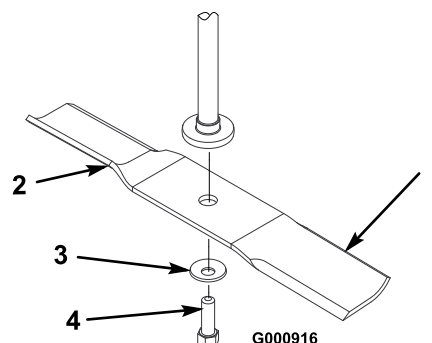

Figure 38
Tenez la lame à son extrémité avec un chiffon ou un gant épais. Enlevez de l'axe, le boulon, la rondelle bombée et la lame (Figure 38).
1. Placez la lame sur l'axe (Figure 38).
2. Montez la rondelle bombée (face concave vers la lame) et le boulon de lame (Figure 38). Serrez les boulons de lame à 47-88 Nm (35-65 pieds-livre).